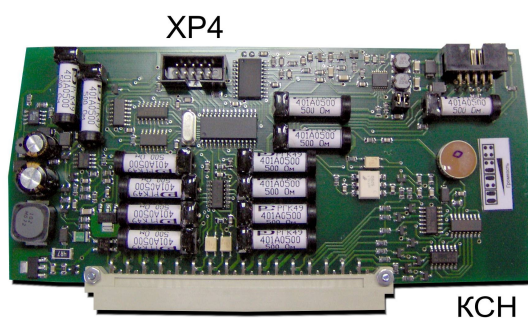

Рисунок 22 - Внешний вид КСН и разъема ХР4
4) Подключить кабель связи к разъему ХР4 КСН (рисунок 22).